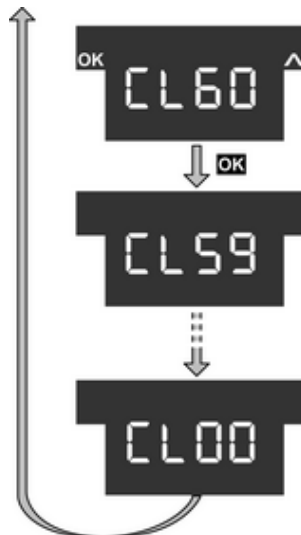

Bild 9
- Mit der Sensorfläche **^** den Menüpunkt **CL60** für die Putzfunktion auswählen und die Sensorfläche **OK** betätigen (Bild 9).